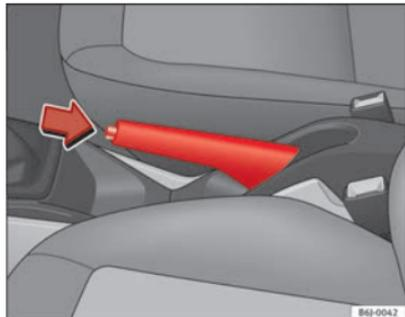

Fig. 111 Frein à main entre les sièges avant
- Serrez le frein à main à fond en tirant le levier vers le haut → fig. 111.
- Soulevez légèrement le levier du frein à main, appuyez sur le bouton de déblocage dans le sens de la flèche → fig. 111 et abaissez le levier au maximum → Δ.